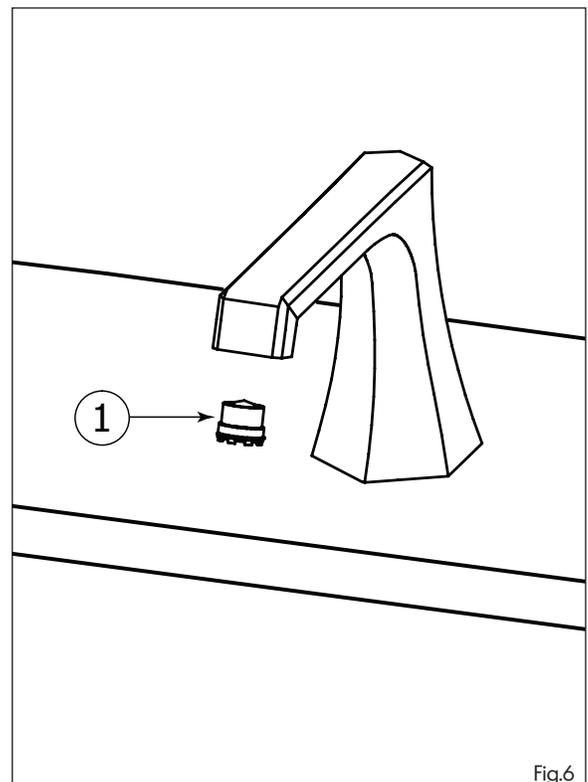

Fig.6
To clean the aerator (1), remove it from the spout. Then soak it in a vinegar and water solution to remove lime build-up. Once parts have been cleaned, reinsert the aerator (Fig. 6).
Ensuite, tremper l'aérateur dans un mélange de vinaigre et d'eau, pour retirer le calcaire qui pourrait s'y être accumulé. Une fois les pièces nettoyées, replacer l'aérateur. (Fig. 6)